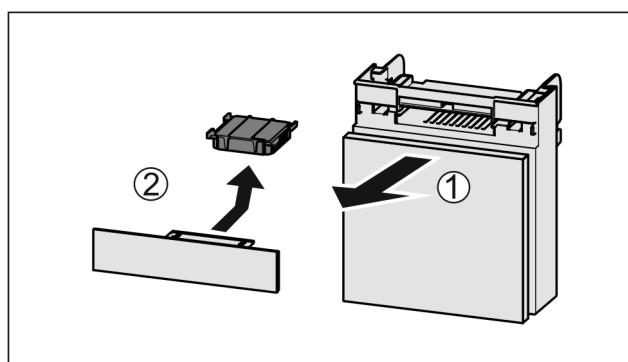

Fig. 117
- Fach nach vorne herausziehen Fig. 117 (1).
- Aktivkohlefilter entnehmen Fig. 117 (2).